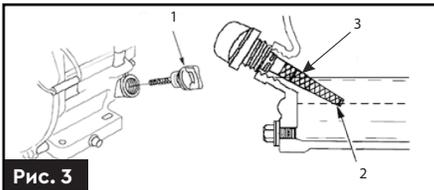

Рис. 3
**Перевірка рівня оливи в генераторі (рис. 3)**
1. Відкрутіть щуп для перевірки рівня оливи (1), вийміть його з гнізда і протріть насухо.